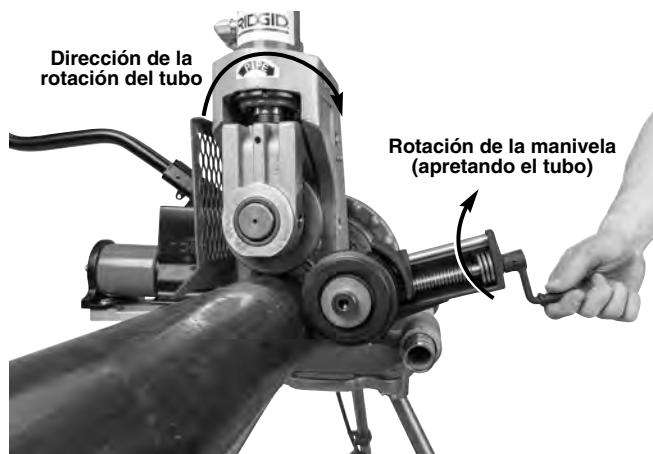

Figura 17 – Posicionamiento del estabilizador
El estabilizador se puede usar solamente si el accionamiento motorizado o la roscadora tienen el commutador REV/O-OFF/FOR en la posición REV. La rotación del tubo está marcada en la ranuradora (vea la Figura 17). Si se usa con el commutador REV/O-OFF/FOR en la posición FOR, el tubo hace una espiral y se sale de los rodillos de la ranuradora.
3. Haga rotar la manivela del estabilizador para que el rodillo se ponga en contacto con el tubo. Dele otra vuelta completa a la manivela, para cargar el rodillo contra el tubo (Figura 17). No estire el cuerpo sobre el tubo para ajustar el estabilizador.